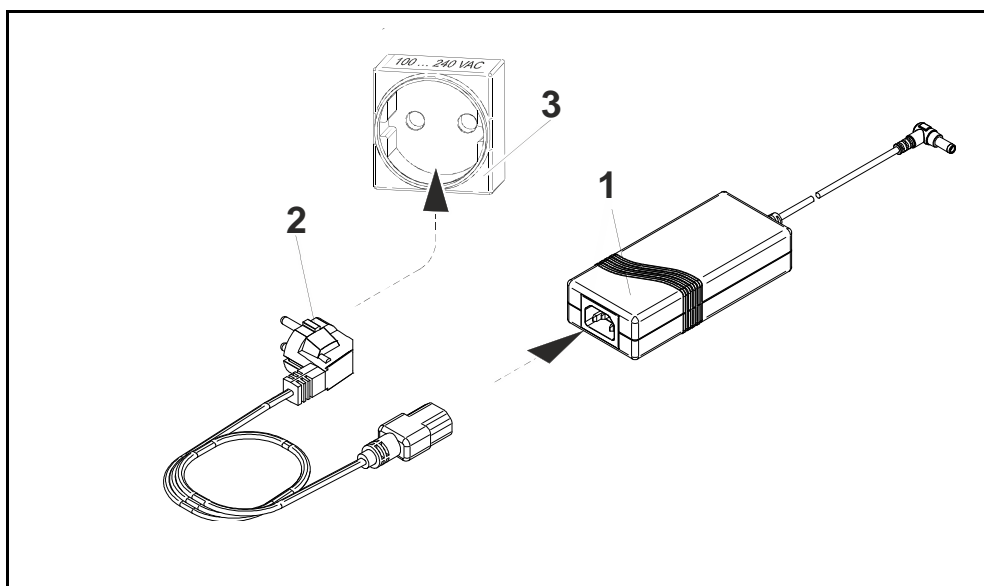

Abb. 17 Netzanschluss
- Verbinden Sie den IEC 60320-Netzeingang des Netzteils (Abb. 17/1) über das entsprechende Netzanschlusskabel (Abb. 17/2) mit einer Netzsteckdose (Abb. 17/3).